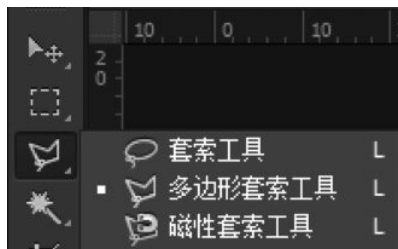
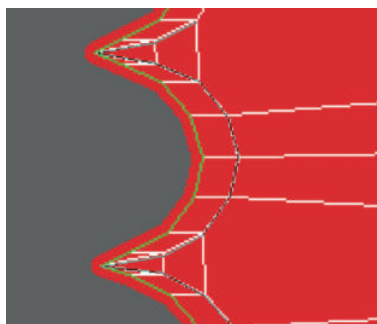

图 1.25 多边形套索工具
图 1.26 手动选取示例
③还需要为军刀的刀刃开刃部分添加一个 ID 选区，这将会是一个较为烦琐的步骤，因为刀刃开刃部分 UV 是刀刃 UV 的一部分，是无法直接用魔术棒工具选取的，因此只能使用多边形套索工具手动选取该区域，如图 1.25 和图 1.26 所示。